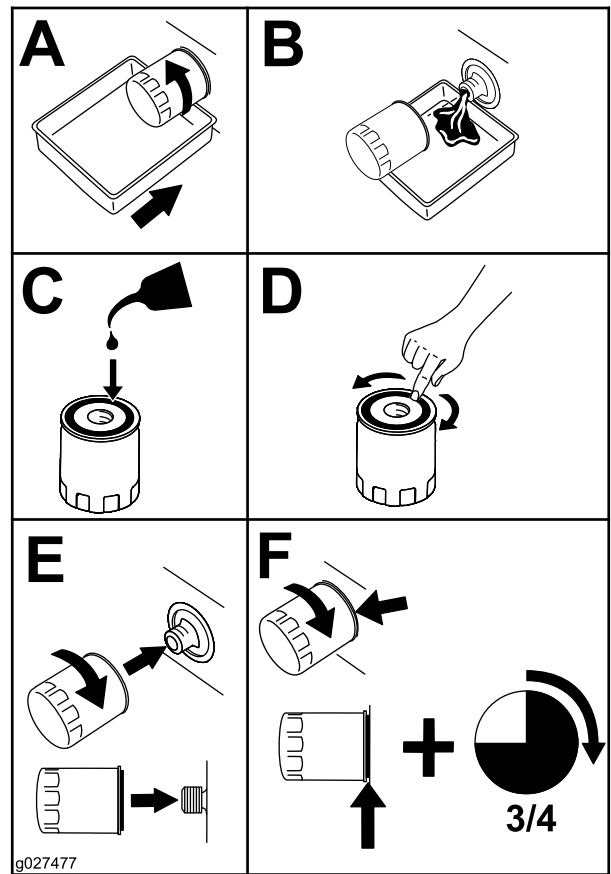

Figura 34
- Sustituya el filtro de aceite del motor (Figura 34).
3. Localice y retire la(s) bujía(s), tal y como se muestra en la Figura 34.